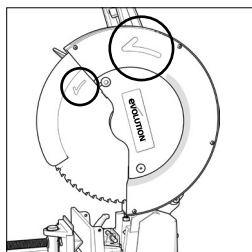

Fig. 6
- Instale la hoja sobre el borde interior de la hoja y el eje, asegurándose de que la dirección de rotación de la flecha de la hoja coincide con la dirección de la rotación de la flecha en la protección superior de la hoja de la máquina. (Fig. 6)